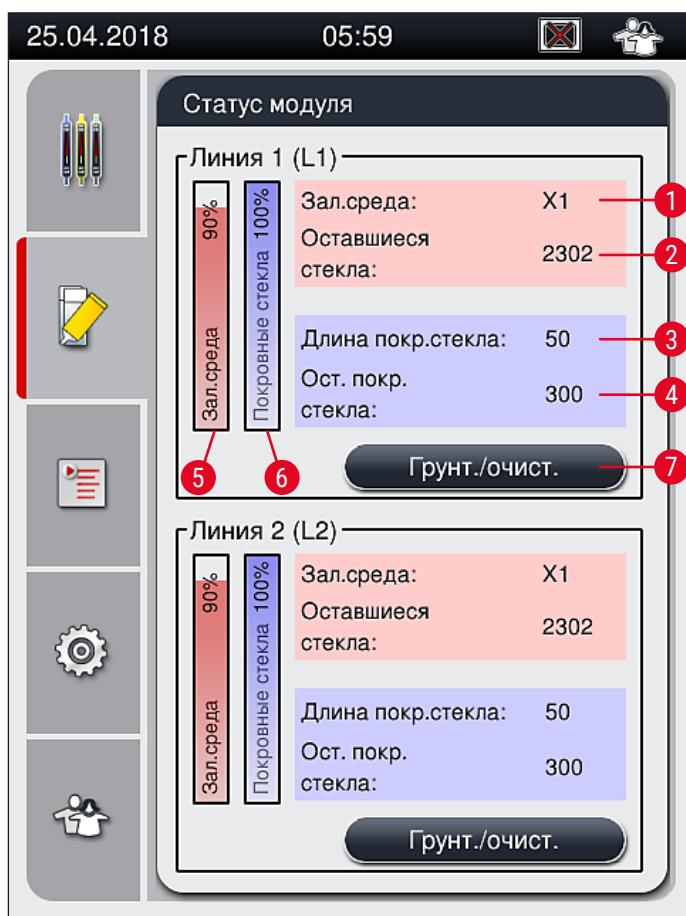

Рис. 49
- Меню Статус модуля (→ Рис. 49) предоставляет пользователю HistoCore SPECTRA CV обзор используемых расходных материалов (заключающая среда (→ Рис. 49-1) и покровные стекла (→ Рис. 49-3)) с указанием текущего уровня заполнения (→ Рис. 49-5) (→ Рис. 49-6) и оставшегося количества (→ Рис. 49-2) (→ Рис. 49-4) для обеих линий заключения под покровное стекло.